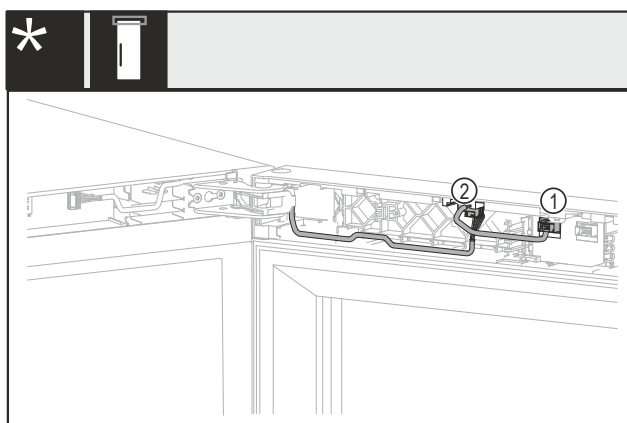

Fig. 18 Zár nélkül vagy mechanikus zárral*
- Húzza ki a dugót Fig. 18 (1).*
- Húzza ki a dugót Fig. 18 (2).*